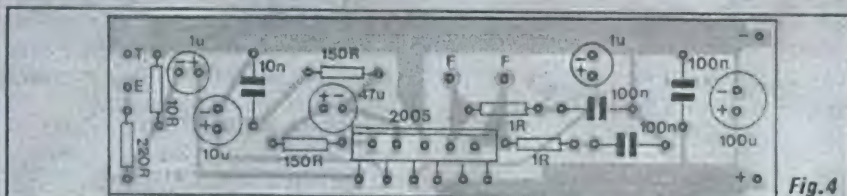

Fig. 4
- FIG. 4 - "CHAPEADO" DA MONTAGEM - Vista agora pelo lado oposto (o não cobreado...), a plaquinha mostra todas as peças do circuito devidamente posicionadas, identificadas pelas suas estilizações gráficas, seus códigos, valores e polaridades... Quanto ao Integrado 2005, notem que fica em posição mais ou menos central, junto a uma das bordas maiores da placa, e de modo que sua lapela metálica fique voltada "para dentro" do Impresso... Observar também, com rigor, as polaridades de todos os capacitores eletrolíticos (qualquer deles, ligado "invertido", poderá acarretar problemas de funcionamento ao circuito, e até a "queima" do próprio componente...). Cuidado também com os valores dos eletrolíticos, e dos componentes não polarizados (resistores e capacitores "comuns"...). Procurar, nas inserções e soldagens, manter todos os componentes tão rentes à placa quanto possível... Quanto ao Integrado, os próprios "joelhos" existentes em 6 das suas 11 "pernas" estabelecerão os limites mecânicos de afastamento natural do corpo da peça com relação à superfície do Impresso... Finalizadas as soldagens, conferir todos os valores, códigos, polaridades, posições, etc., verificando também - pelo lado co-